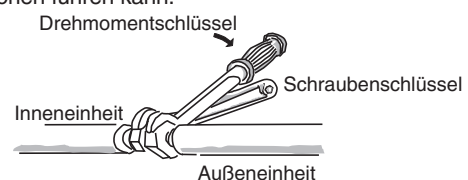

Abb. 5-6
- (2) Die Überwurfmutter mit spezifizierten Anzugsdrehmoment festziehen.
- Wenn die Überwurfmutter von den Verbindungsstücken abgenommen oder nach dem Anschließen der Leitungen festgezogen werden, müssen unbedingt zwei verstellbare Schraubenschlüssel oder Maulschlüssel verwendet werden. (Abb. 5-6)